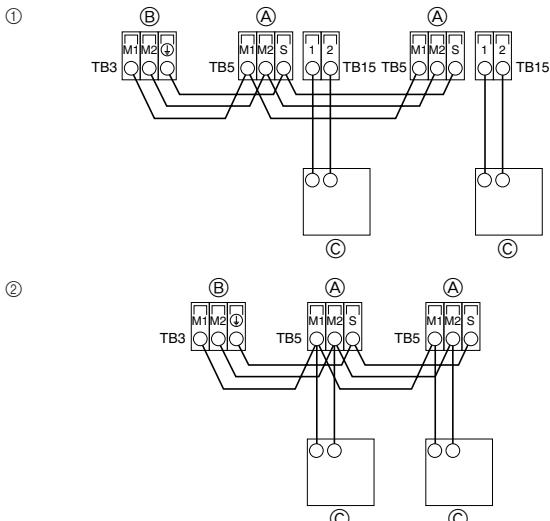

Fig. 4-2
4.2. Raccordement des câbles de la commande à distance et des câbles de transmission intérieurs et extérieurs (Fig. 4-2)
- ① Commande à distance MA
② Connecter les points "1" et "2" de la borne TB15 de l'appareil intérieur à une commande à distance MA. (2 fils non polarisés)
③ CC de 9 à 13 V entre 1 et 2 (Commande à distance MA)
② Commande à distance M-NET